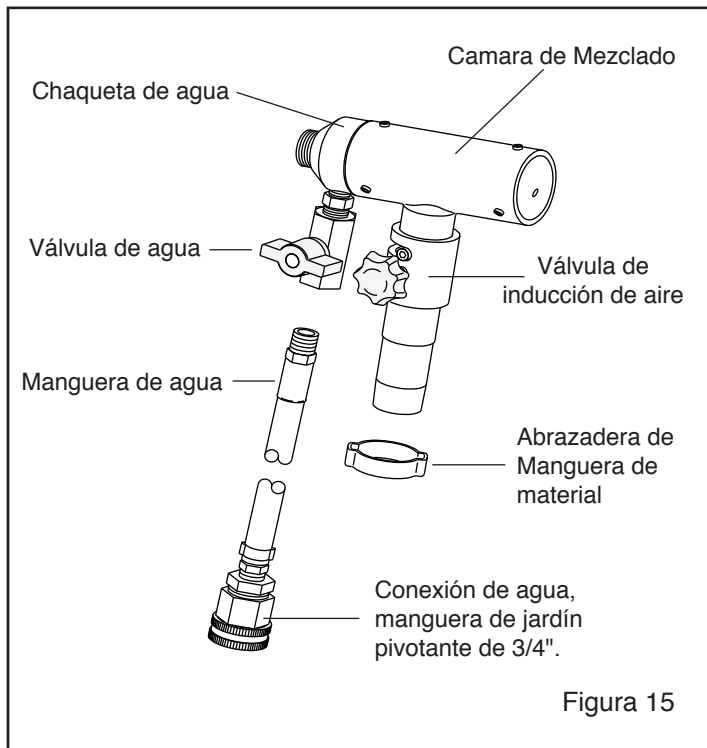

Figura 15
7.1 La siguiente instrucción explica la conversión de un chorreado seco a pistola de chorreado seco Modelo H₂O. Los componentes del kit de conversión se muestran en la Figura 15.